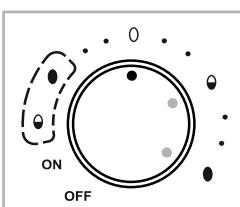

Fig. 4
- Sélectionnez le **symbole d'œuf** de la zone de réglage respective (fig. 4) si les œufs sont plus gros que la moyenne (taille XL)
- Le voyant de contrôle ⑧ s'allume et la cuisson débute.
- 2) Dès que les œufs ont atteint le degré de dureté souhaité, un signal sonore retentit. Pour éteindre l'appareil, tournez le bouton rotatif ⑦ sur la position «**OFF**». Le voyant de contrôle ⑧ s'éteint.
- 3) Ouvrez le couvercle ② avec précaution et retirez le porte-œufs ④ en saisissant sa poignée ③ du bol de cuisson ⑤.